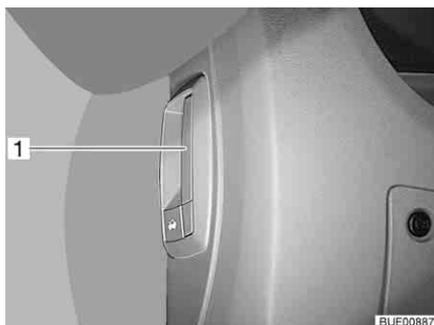

Bild 42 Entriegelungshebel Motorhaube (im Fahrzeug)
- Den Hebel (Bild 42,1) links unter oder seitlich neben dem Armaturenbrett ziehen.